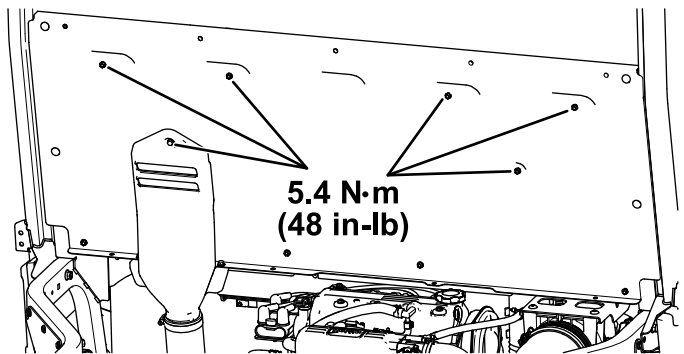

Figura 68
- H. Apriete los 11 pernos de cabeza hexagonal con arandela prensada ($\frac{1}{4}'' \times \frac{3}{4}''$) y el perno cautivo conectado a la cubierta de admisión de la CVT a 5.4 N·m (48 pulgadas-libra), como se muestra en la Figura 68.